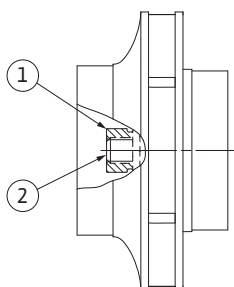

Fig.53: Правильное положение гайки рабочего колеса после монтажа
29. Удерживать вал (см. операцию 24) и затянуть гайку рабочего колеса с предписанным моментом затяжки (см. перечень «Таблица 11: Моменты затяжки винтов» на стр. 245). Гайка (рис. 53, поз. 1) должна располагаться заподлицо с концом вала (рис. 53, поз. 2) с допуском $\pm 0,5$ мм. Если это условие не выполняется, ослабить гайку и повторить операции 25–29.